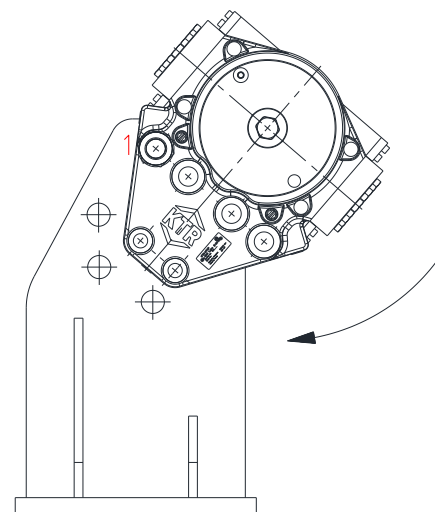

Bild 7
- Setzen Sie die erste Hälfte der Bremse (Bauteil 1) in die korrekte Position zur Anschlussplatte bzw. zum Stativ ein (siehe Bild 7).
Bevorzugt sollten Sie die Verbindungsschraube einsetzen, der in Bild 7 mit 1 markiert ist.
Zur leichteren Montage können Sie die Position der Bremse zunächst mit nur einer Verbindungsschraube fixieren. Schwenken Sie die Bremse so weit ein, bis auch die restlichen Gewindebolzen eingesetzt werden können (siehe Bild 7).